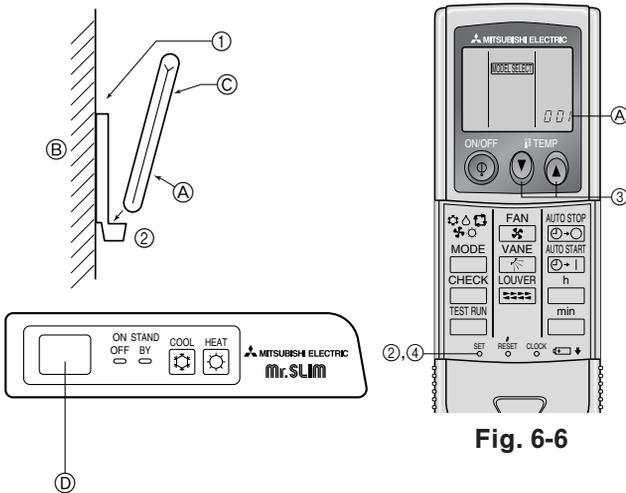

Fig. 6-5
2) Μέθοδος εγκατάστασης (Fig. 6-5)